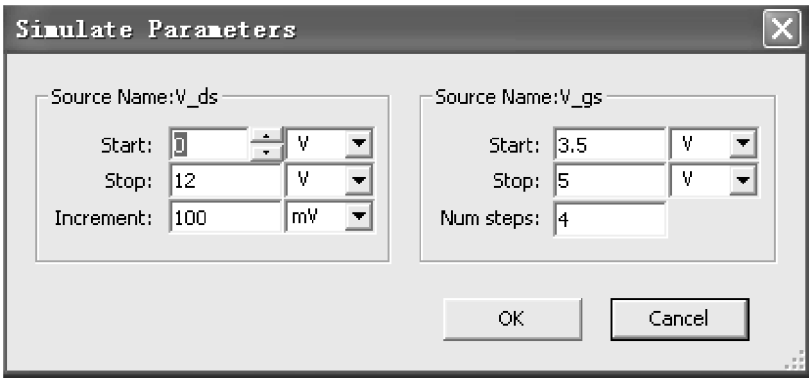

图 3-44 MOS 管参数设置对话框
(3) MOS 管对应参数设置: 若 MOS 管为测量元件, 则单击  按钮, 弹出如图 3-44 所示的参数设置对话框, 包括两项: